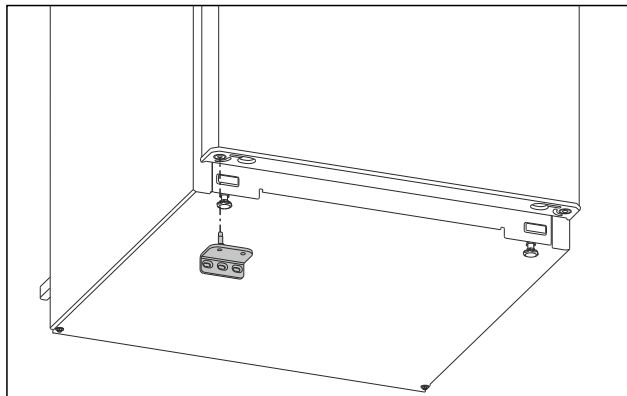

Fig. 14
- ▶ Helyezze be az alsó csapágybakot az ellenkező oldalon. (lásd Fig. 14)